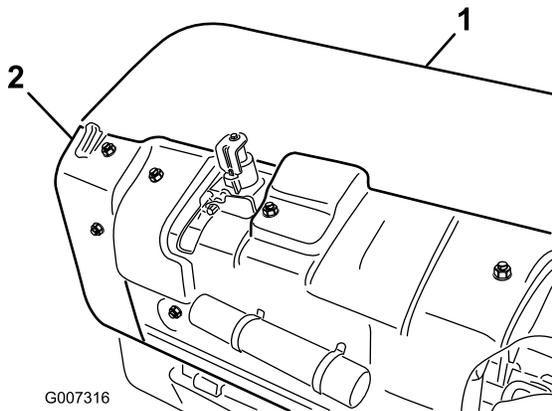

Figure 33
- A. Déposez le couvercle arrière de la tête d'aération (Figure 33).
- B. Enlevez les vis de fixation de la protection de la poulie et déposez la protection (Figure 33).